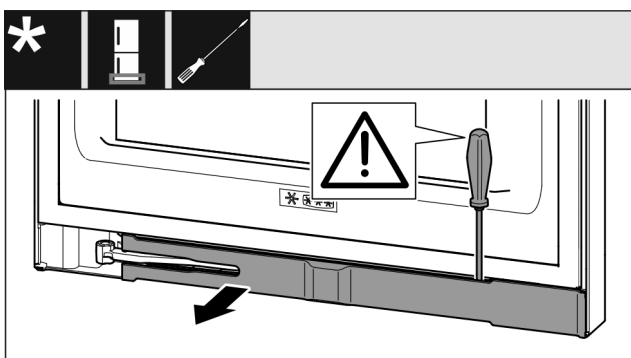

Fig. 13
- ▶ Løsne panelet med en sporskrutrekker, og sving det til side Fig. 13 ().